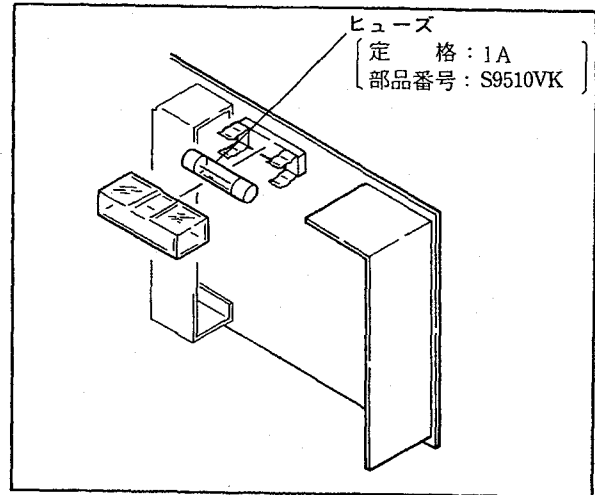

図6.7 ヒューズの交換
- (1) ヒューズは、図6.7の方向に強く引くと外れます。
- (2) 交換するヒューズの定格を確認してから取付けてください。